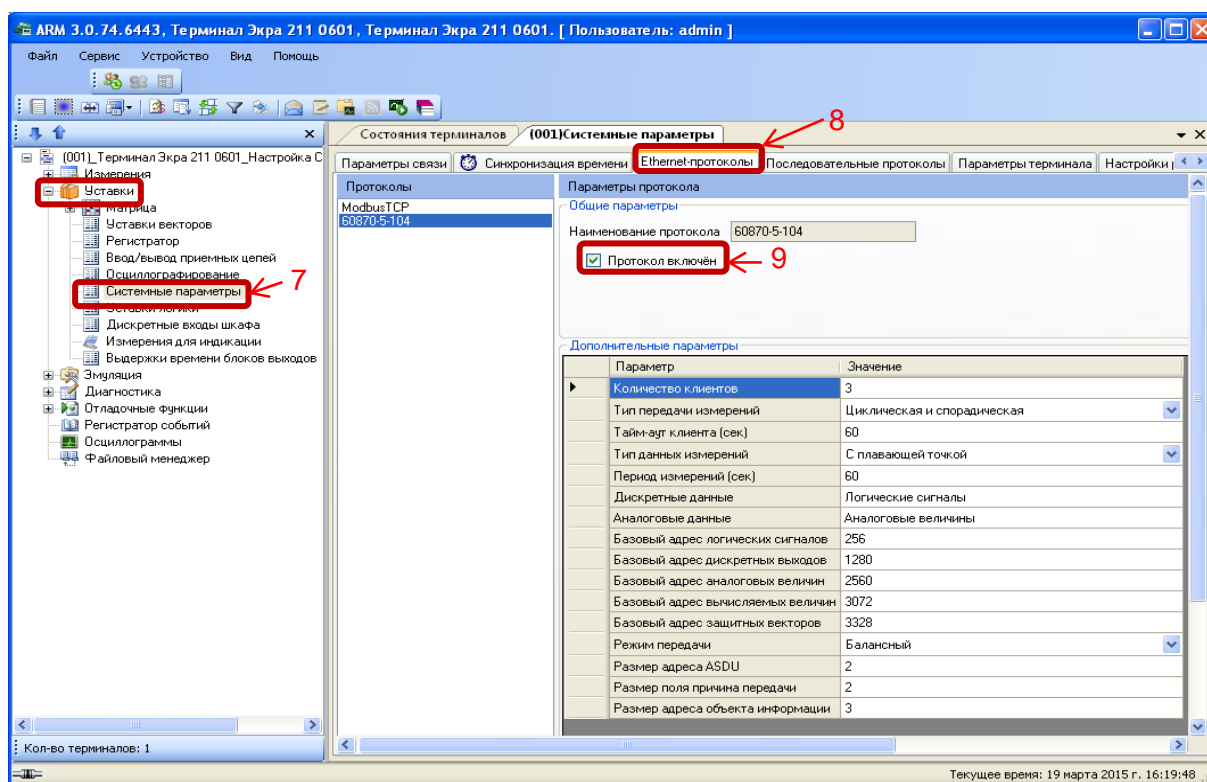

Рисунок 4 – Пример настройки протокола МЭК 60870-5-104
2.3.1 В «дереве» проекта выбрать раздел **Уставки** → **Системные параметры** (см. рисунок 4, обозначение 7) и открыть окно, дважды щёлкнув мышкой на соответствующем пункте в «дереве» проекта.
2.3.2 Выбрать вкладку **Ethernet-протоколы** (см. рисунок 4, обозначение 8).
2.3.3 Установить флажок **Протокол включен**, если он не был установлен (см. рисунок 4, обозначение 9).